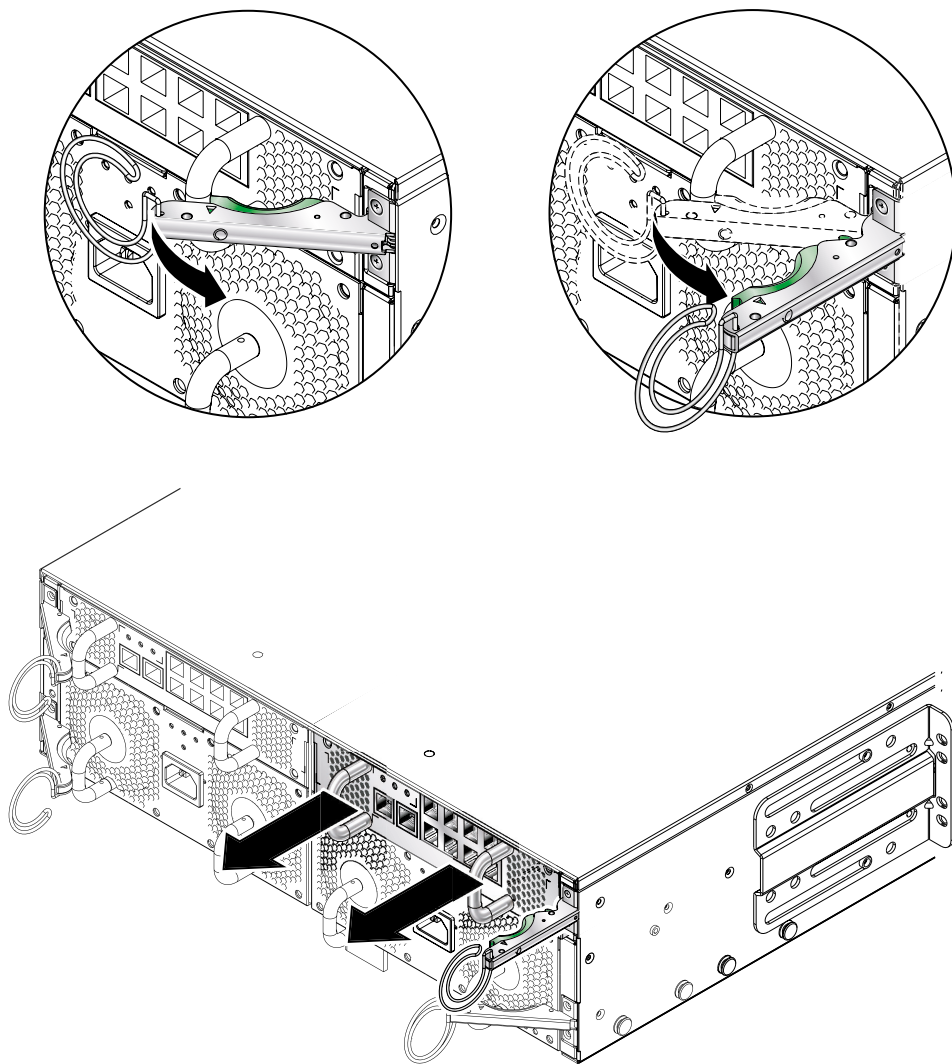

図 12-7 SSC の取り外しレバー
3. 緑色の SSC 取り外しレバーを握ってロックを外し、レバーを手前に引いてシステムシャーシから SSC を切り離します (図 12-7)。
4. 取り外しレバーが完全に開いて、SSC モジュールを引き出す妨げになっていないことを確認します (図 12-7)。